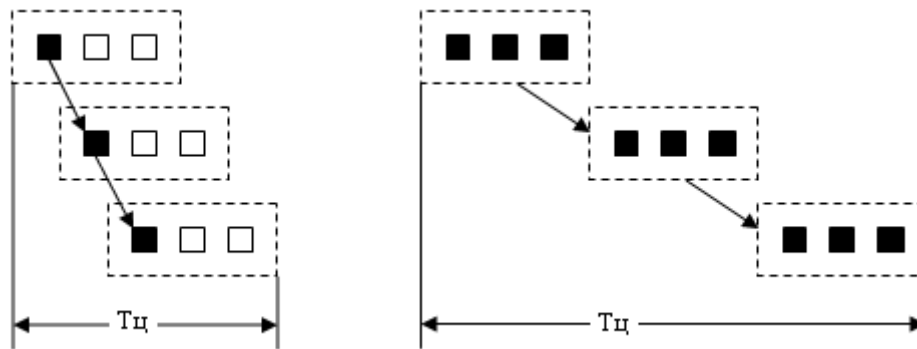

Рис. 1-1 Параллельно-последовательный и последовательный циклы обработки
- **Транспортная партия (ТрП)** - производственная партия (ПрП), начиная с 1-й технологической операции, может запускаться в обработку порциями – транспортными партиями, что позволяет, не дожидаясь выполнения одной операции над всей ПрП, применить т.н., метод параллельно-последовательной обработки (см. Рис. 1-1), что в свою очередь позволит сократить общий производственный цикл изготовления ПрП